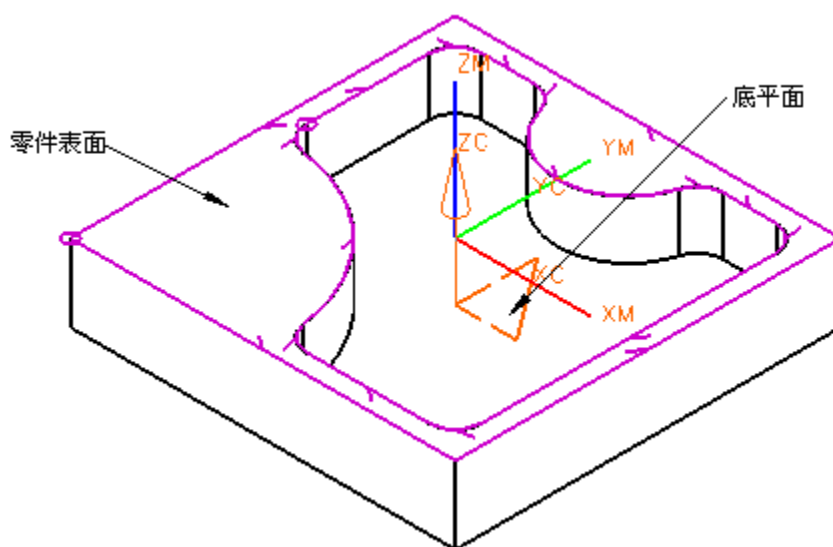

图 8-37
- 在图 8-36 中，单击 ，选择如图 8-37 所示的底平面并确认。